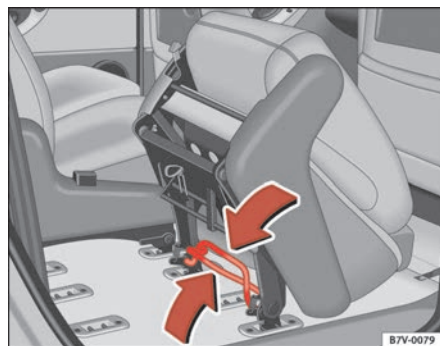

Fig. 92 Estribos para desmontar y montar el asiento
- Comprimir los dos estribos ⇒ **fig. 92** situados debajo del asiento en la dirección de la flecha y sacar el asiento hacia arriba.